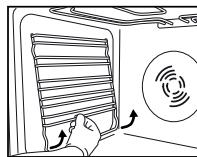

Fig.3
- 1.** Déposez les grilles porte-accessoires latérales (Fig. 3).